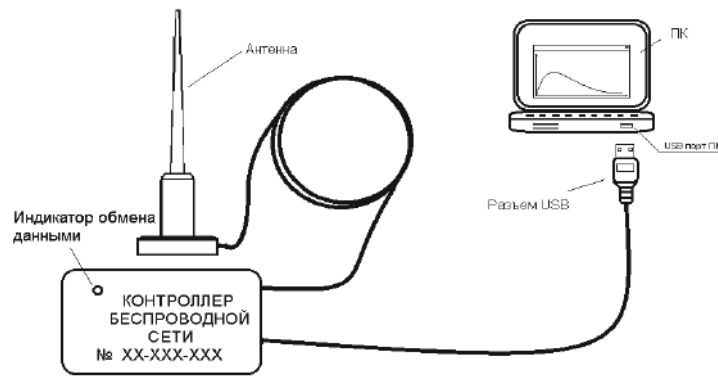

Рисунок 3 – подключение контроллера беспроводной сети КС-2
3.1 Контроллер осуществляет соединение ПК с приборами: монитор двигателя серии МД, контроллеры станка-качалки КСКН-3, КСКН-4, реле серии РКЗ (РКЗМ), реле серии РТЗЭ, контроллеры серии ЭКР (ЭКРМ), серии ЭКТМ, устройство мониторинга и защиты серии УМЗ (рис.3).